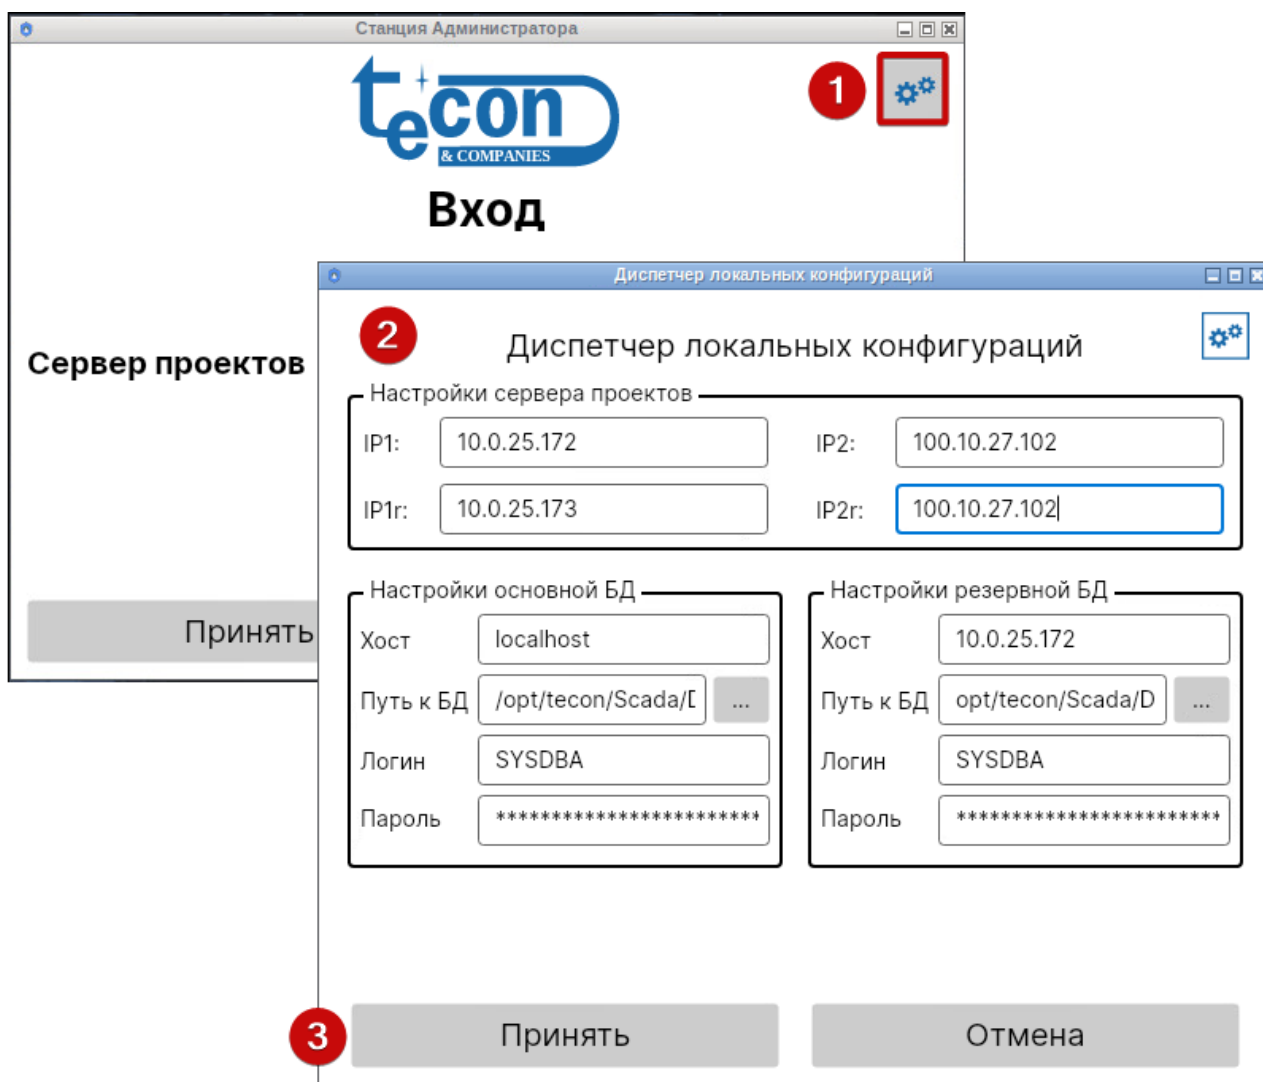

Рисунок 6.1. Создание локального файла конфигурации
- 2) Нажмите кнопку  в правой верхней части окна (рис. 6.1 [1]).
- 3) В открывшемся окне "Диспетчер локальных конфигураций" произведите настройку конфигурации (рис. 6.1 [2]).
- 4) Нажмите кнопку "Принять" (рис. 6.1 [3]).